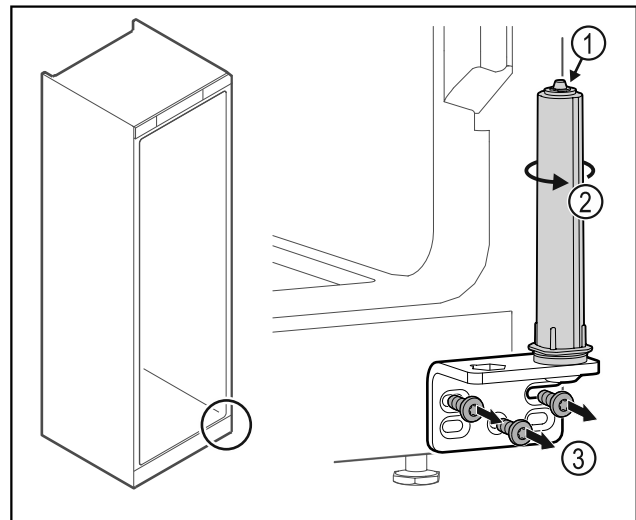

Fig. 35
- Ne pas désassembler le système de fermeture de la porte Fig. 35 (1).
- Tourner le système de fermeture Fig. 35 (2) jusqu'à entendre un clic.
- Dévisser l'équerre de la charnière Fig. 35 (3).